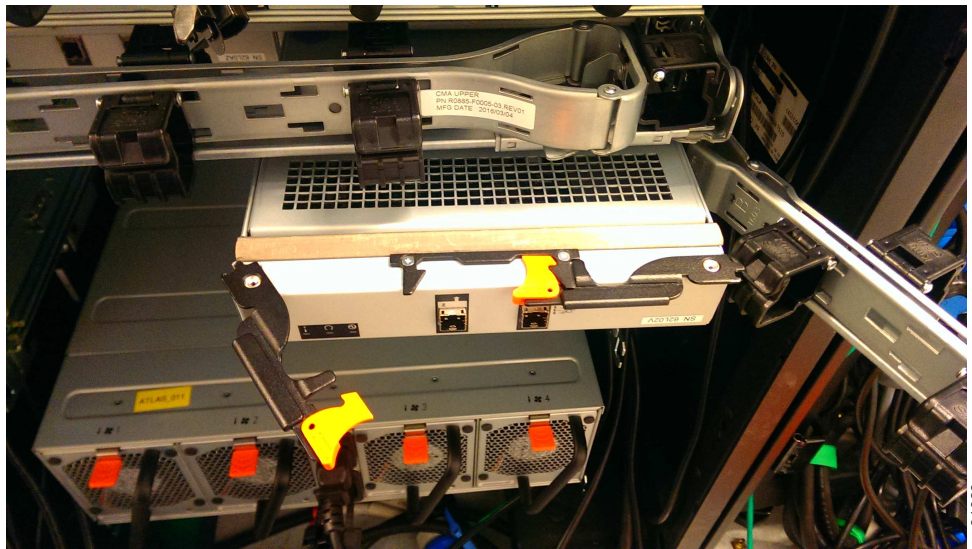

Figure 63. Installation de la cartouche d'extension
1. Débranchez le coude du bras inférieur de routage des câbles pour l'écarter, comme indiqué dans la figure 63.
4. Lorsque la cartouche d'extension est complètement insérée, faites pivoter chaque poignée vers l'intérieur pour la verrouiller en position, comme indiqué dans la figure 63.